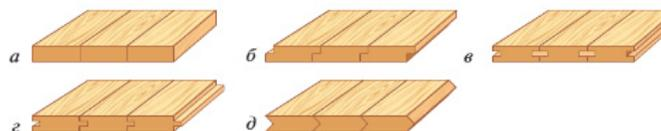

Рис. 4.37. Сплачивание досок в щиты:
Сплачивание — соединение одинаковых по толщине брусков или досок в щиты (рис. 4.37).
- *на гладкую фугу* (рис. 4.37, а);
- *в четверть (фальц)* (рис. 4.37, б);
- *на рейку* (рис. 4.37, в);
- *в паз и гребень* (рис. 4.37, г);
- *в паз и треугольный гребень* (рис. 4.37, д).